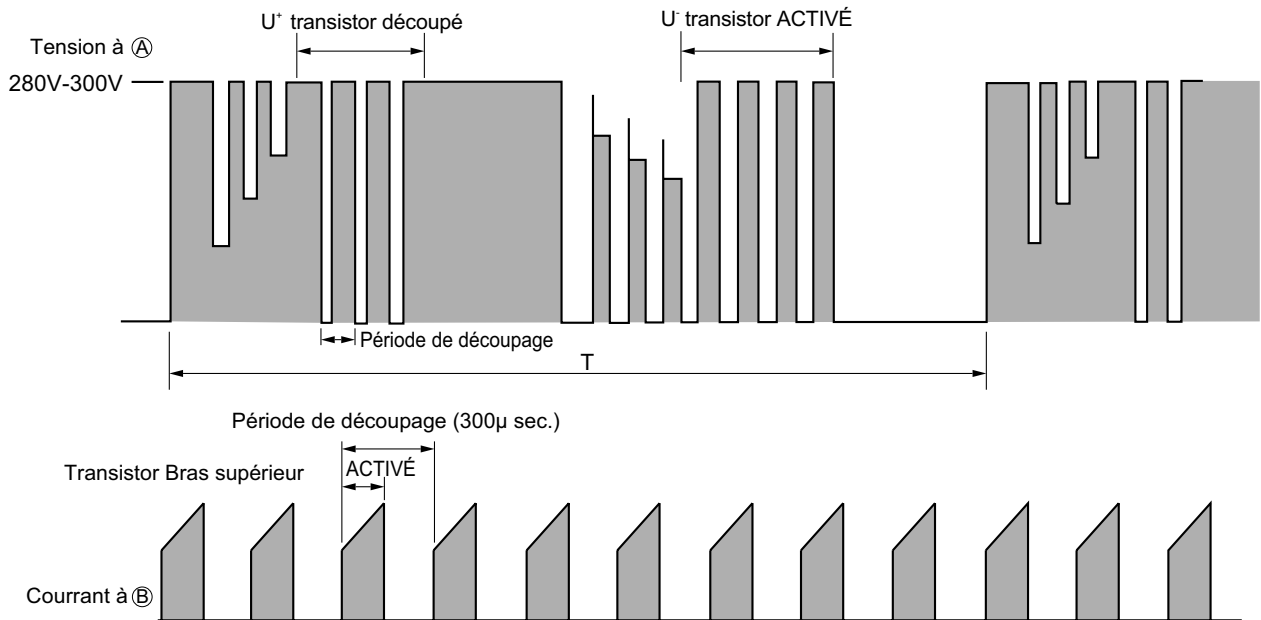

Fig. 4-3 Forme d'onde de la tension à chaque point
La Fig. 4-3 représente la forme d'onde de la tension à chacun des points indiqués dans les Fig. 4-1 et 4-4. La première moitié du bras supérieur est découpée, la deuxième moitié est MARCHÉ, et la première moitié du bras inférieur est découpée, la deuxième moitié est MARCHÉ.
Étant donné que le courant est émis au point ② uniquement lorsque le transistor U+ est ACTIVÉ, la forme d'onde en cours au point ② devient intermittente, comme indiqué sur la Fig. 4-3. Étant donné que le courant au point ② est plus ou moins proportionnel au courant d'entrée du climatiseur, le courant d'entrée est contrôlé à l'aide de la résistance de détection de courant CC (Id).